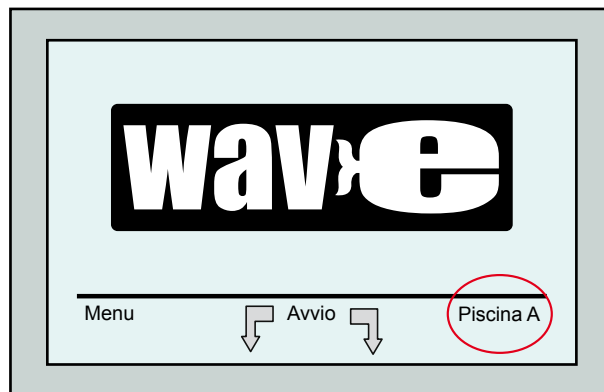

Figura 8: Schermata Wave che visualizza Piscina A nelle sue impostazioni default
Sulla finestra d'inizio appare la schermata MMI Wave (Figura 8).
1. Aprire la schermata Wave. "Piscina A" comprende le impostazioni come definite correntemente, come illustrato in Figura 8.
1. Dalla schermata Wave, premere l'impostazione di piscina correntemente visualizzata sulla parte destra dello schermo (vedere Figura 8) per aprire la schermata *Profilo piscina*.